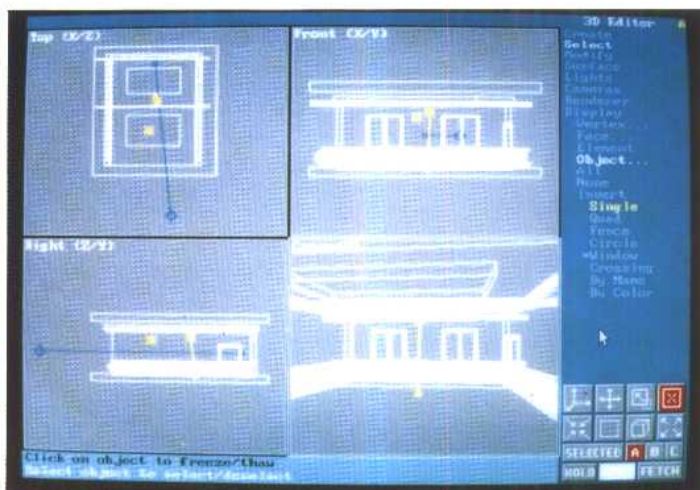

图 8
7. 选择 MODIFY/OBJECT/MOVE,激活 FRONT 视图,按下 SHIFT 键并点取窗套,拷贝一个新窗套,移到另一个窗户上,这样两个窗套就做好了,让我们选择 RENDERER/RENDER VIEW,激活透视图并点取在对话框中 RENDER 键显示,观看后按右键退回,用前面所讲的方法作出门套并赋予同样材质放置一合适的位置。(如图 8)